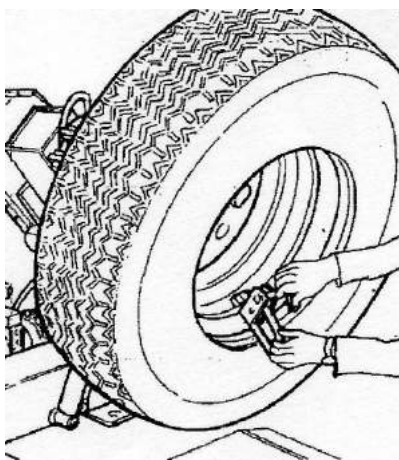

Рисунок 21
- Снимите зажимную скобу и снова наденьте её на 6 ч на внешней стороне второго борта (см. Рисунок 21).
- Прикрепите зажим в нижней точке (на 6 ч) снаружи второго борта (см. Рисунок 21).